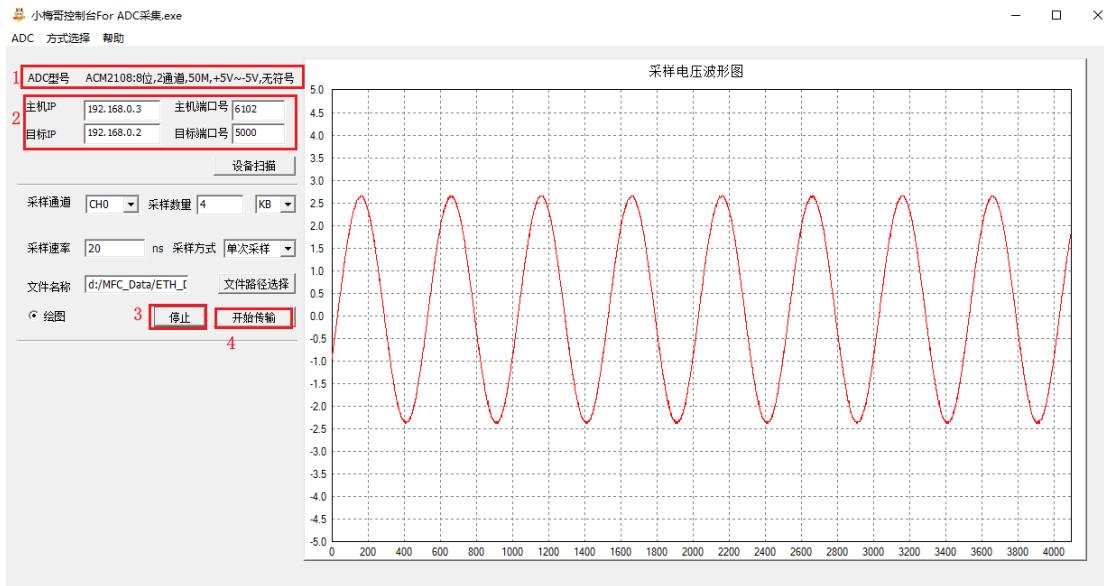

图 1-19 数据采集上位机显示图
5. 点击开始传输之后，可以看到在右边采样电压波形图界面可以直观看到波形图，如下图 1-19 所示。需要注意的是波形图的横坐标对应的不是频率，而是采样数量。